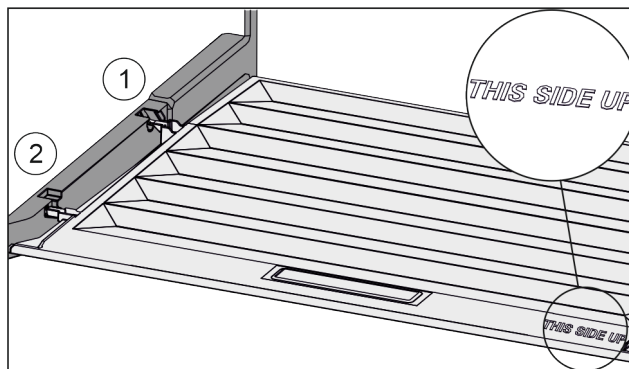

Fig. 42
- ▶ Introduceți nervura capacului prin orificiul suportului posterior Fig. 42 (1) și înclicetați-l în față în suport Fig. 42 (2).